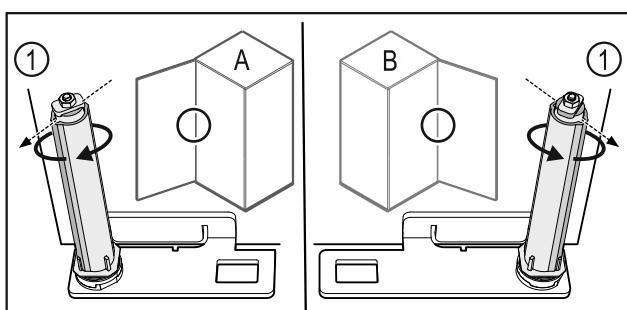

Fig. 56 Opritorel din stânga (A) / opritorul din dreapta (B)
► Rotiți sistemul de închidere până la rezistență, până când pragul sistemului de închidere Fig. 56 (1) este orientat spre exterior.